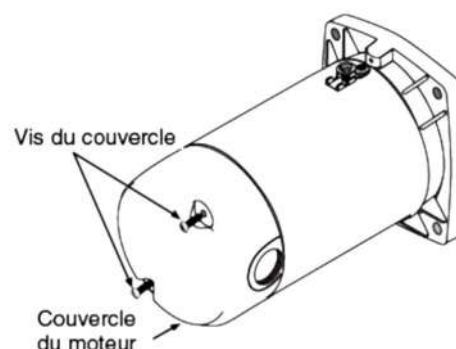

Figure 3 - Dépose du couvercle du moteur
- ☐ Si la source d'alimentation est de 115 volts, retirez le couvercle de jonction du moteur (Figure 3)